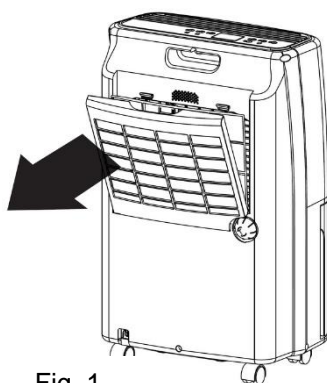

Fig. 1
- Afferrare il filtro dell'aria sul bordo superiore e tirarlo verso di sé per rimuoverlo dal suo supporto. (Vedere la Fig. 1)